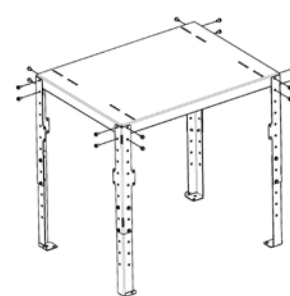

Fig. 32 - zamontować nogi + płytę;
- na nogach umieścić płytę nośną wkładu (patrz **Fig. 32**);